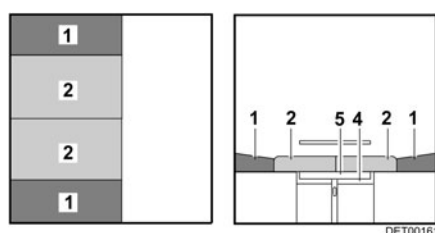

Fig. 77 Après la transformation
- Tirer les coussins d'assise (Fig. 77,2) vers le centre.
- Placer les coussins de dossier (Fig. 77,1) entre les coussins d'assise et la cloison.